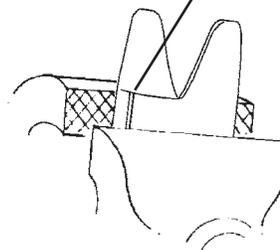

Figura 4-1. Instalação e utilização dos resguardos de protecção térmica de aço
4.1 RESGUARDOS DE PROTECÇÃO TÉRMICA DE AÇO (ver a Figura 4-1)